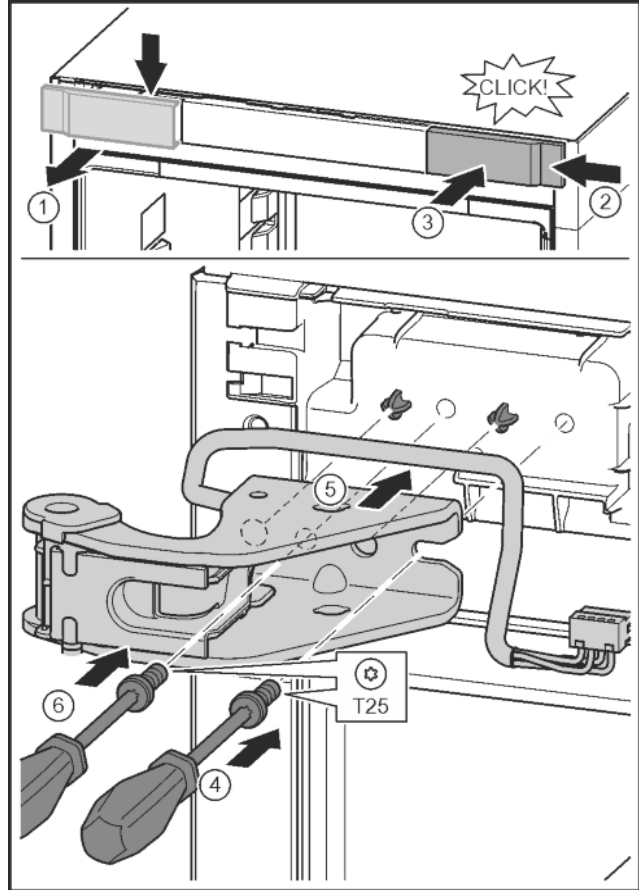

Fig. 31
- Oldja ki a fedelet, és oldalt vegye le. Fig. 31 (1)
- A fedelet 180°-kal elfordítva akassza be a másik oldalra jobbról. Fig. 31 (2)
- Pattintsa be a fedelet. Fig. 31 (3)
- T25 csavarhúzóval helyezze fel a csavarokat. Fig. 31 (4)
- Helyezze fel a felső csapágybakot. Fig. 31 (5)
- Húzza meg a csavart. Fig. 31 (4)
- A T25 csavarhúzóval helyezze be és húzza meg a csavart. Fig. 31 (6)